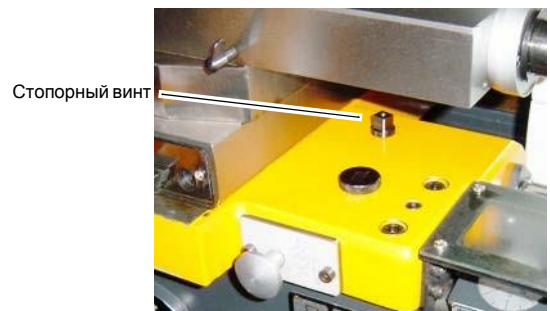

Рис. 4-29: Стопорный винт продольной каретки суппорта
- Отпустите стопорный винт продольной каретки суппорта (☞ Рис.4-29: „Стопорный винт продольной каретки суппорта“ на стр. 46)